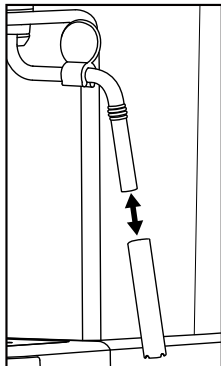

Figura 1
- 5) Sfilare l'involucro del montalatte **10** (Figura 1) e pulirlo accuratamente in acqua calda.
- 7) Far scorrere nuovamente l'involucro sull'ugello (Figura 1).